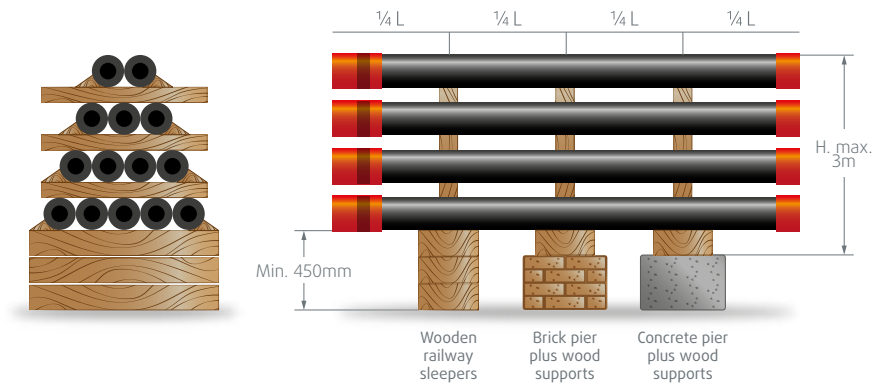

Imagen 2
- Ubique los separadores de madera a una distancia de más o menos $\frac{1}{4}$ de la longitud del tubo desde cada lado, como se muestra debajo (vea la imagen 2).
- La altura de la pila de tubos en la estantería no excederá los 10 pies (3 metros) (vea la imagen 2).